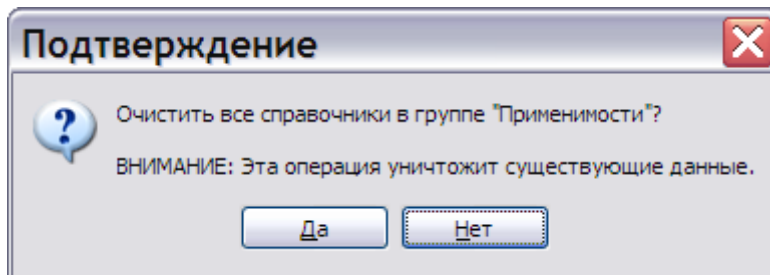

Рис. 22.45
2. Нажмите на кнопку **Очистить**. После этого появится запрос о подтверждении удаления (Рис. 22.45).